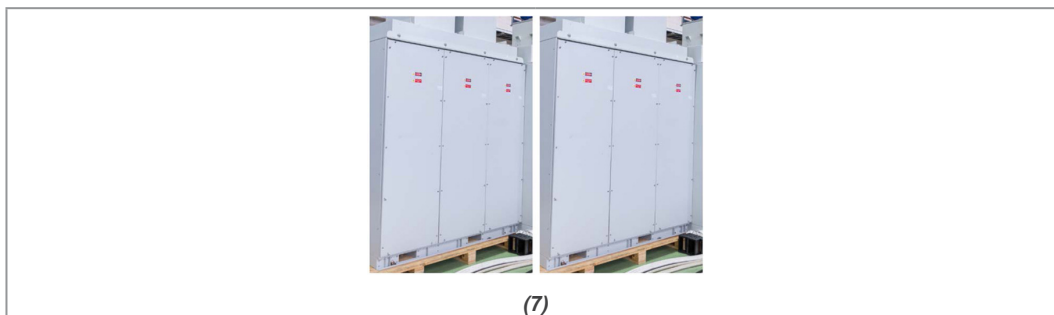

Figura 6.4: Procedimiento de remoción de los refuerzos de transporte aéreo del MVW3000
1. Retirar las dos venecianas superiores del tablero de las células para tener acceso a los tornillos de los soportes superiores: Figura 6.4 en la página 6-9 - imagen 1.
2. Retirar los tornillos que fijan los soportes superiores: Figura 6.4 en la página 6-9 - imagen 2.
3. Luego de retirar los soportes superiores de transporte, montar los soportes de izamiento con los mismos tornillos: Figura 6.4 en la página 6-9 - imagen 3.
4. En el tablero del transformador, retirar el soporte de transporte posterior: Figura 6.4 en la página 6-9 - imagen 4.
5. Retirar también los dos soportes frontales del tablero del transformador: Figura 6.4 en la página 6-9 - imagen 5.
6. Remontar las tapas frontales y las venecianas: Figura 6.4 en la página 6-9 - imagen 6.
7. Remontar los cierres posteriores: Figura 6.4 en la página 6-9 - imagen 7.